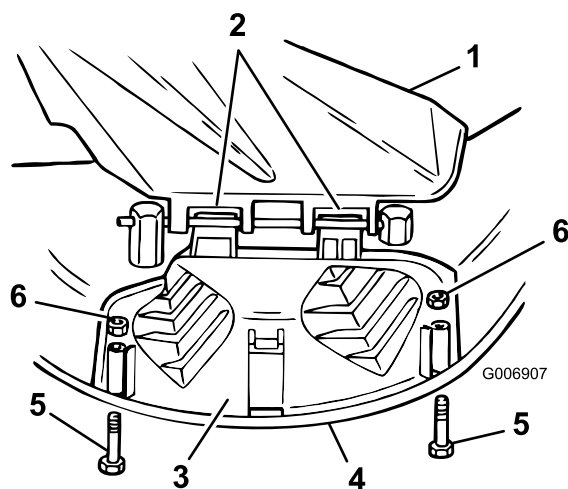

Figure 15
3. Abaissez l'obturateur d'éjection jusque sur le bord inférieur du carter du plateau de coupe pour fermer l'ouverture (Figure 15).
4. Fixez l'obturateur d'éjection au bord inférieur du carter du plateau de coupe à l'aide des boulons et des écrous (Figure 15).